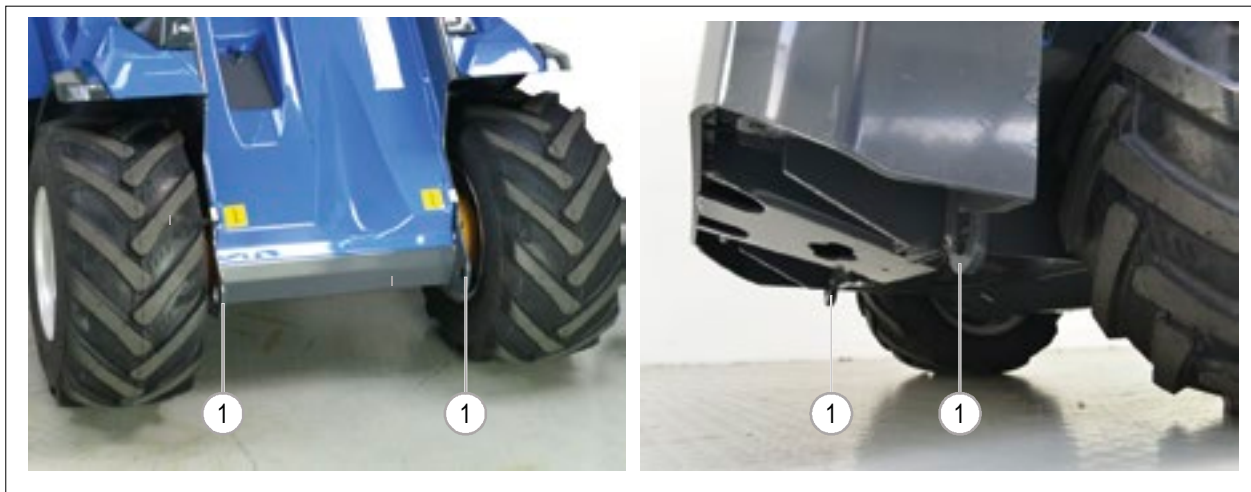

РИС. 15
- 8) Убедитесь, что машина закреплена на платформе транспортного средства с помощью тросов, ремней, колесных зажимов на точках крепления (РИС. 15 – Сс. 1).